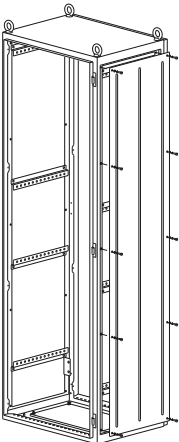

Рисунок 1
4.2.1 Вставьте панель боковую, таким образом, чтоб отгиб боковой панели был направлен в проём каркаса. Совместите отверстия в панели с резьбовыми отверстиями в каркасе шкафа и закрепите десятью винтами М6х16 с плоской и пружинной шайбой (рисунок 1).